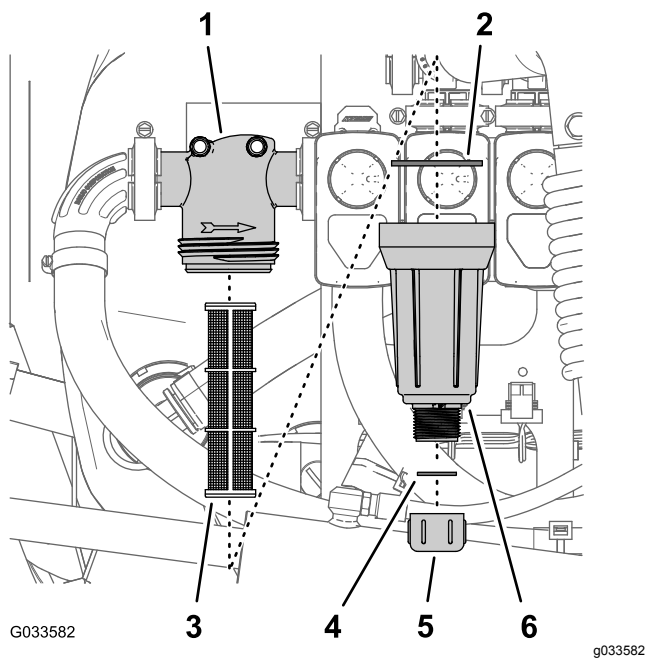

図 92
2. 圧力フィルタの下に受け容器をおく 図 92。
3. 圧力フィルタのボウルについているドレンキャップを左に回して外す 図 92。
4. ボウルを左に回してフィルタヘッドから外す 図 92。
5. 古い圧力フィルタエレメントを外す 図 92。
6. ドレンプラグのガasketボウルの内側とボウルのガasketフィルタヘッドの内側に傷や破損がないか点検する 図 92。
7. 新しい圧力フィルタエレメントをフィルタヘッドに取り付ける 図 92。
8. フィルタヘッドにボウルを取り付けて手締めする 図 92。
9. ボウルの底部のフィッティングにドレンキャップを取り付けてキャップを手締めする 図 92。